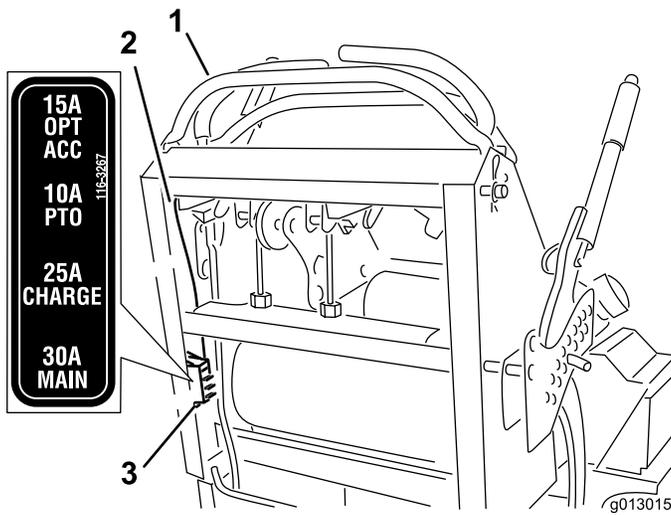

図 55
2. ヒューズを引き出して外し、あるいは交換する（図 55）。